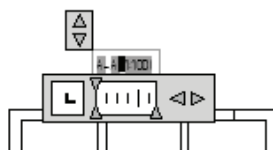

Рис. 210. Окно редактирования текста
6.3. Обозначение плана и разреза на чертеже отредактируем. Для этого дважды щелкнем ЛКМ по обозначению разреза А—А над планом. Открывается окно редактирования текста (рис. 210), в котором напишем План второго этажа.